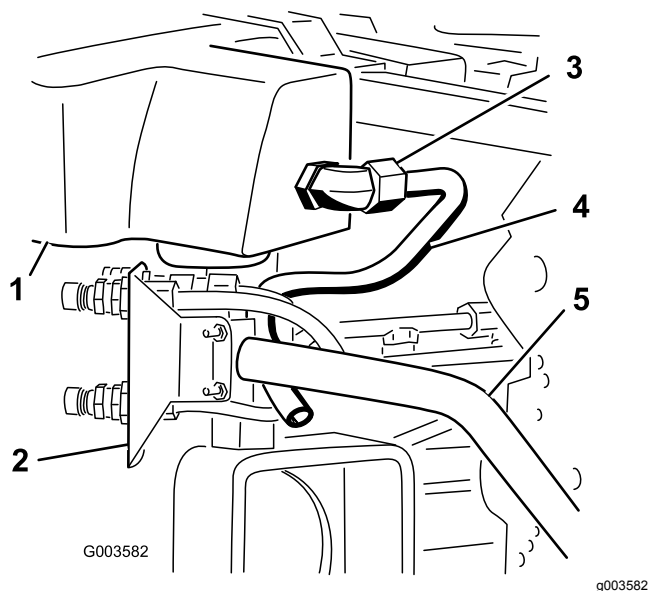
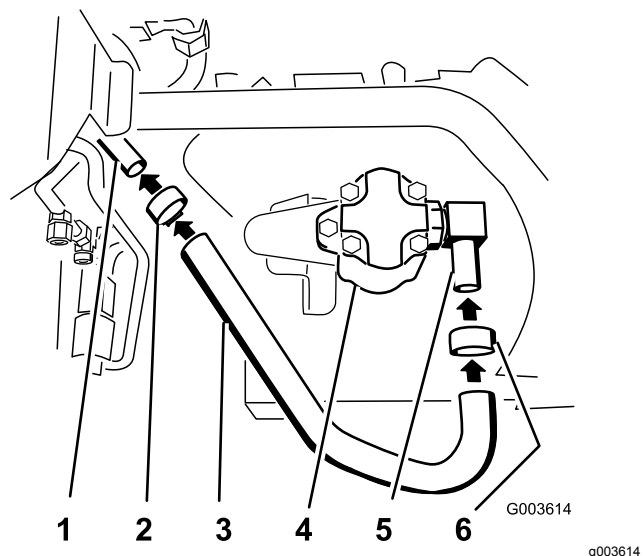
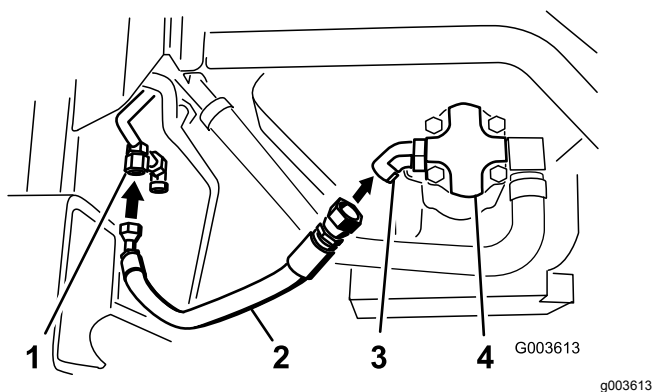
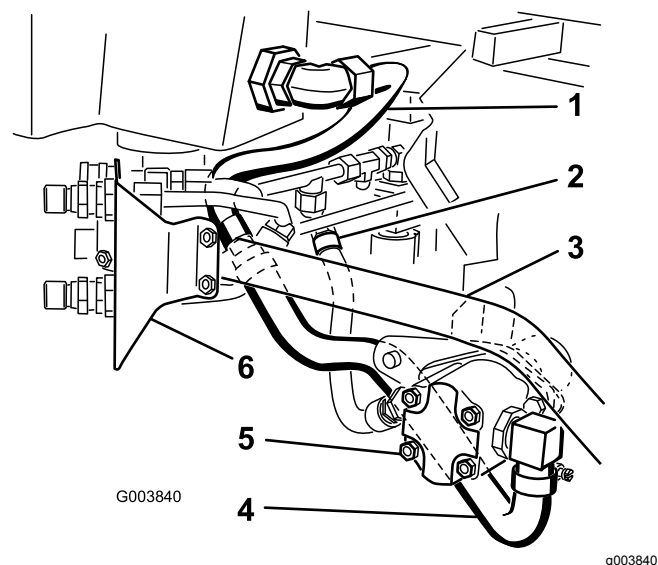

図 26
図 27
図 30
図 31
4. 図 26 に示すように、油圧ライン3番を機体に位置決めする。
5. ストレーナと油圧オイルタンクに取り付けた大きい 90 度エルボに、油圧ライン3番を取り付ける 図 26 と 図 31。
2. この太い油圧ホースを、油圧オイルポンプの側部に取り付けた90度エルボに取り付ける 図 27 と図 31。
3. ホースとエルボにつけたホースクランプを締め付ける 図 27。
4. 太い油圧ホースを油圧ライン3番に取り付ける 図 27。
5. ホースと油圧ライン3番のにつけたホースクランプを締め付ける 図 27。
9. フィッティング付きの油圧ホースを、油圧ポンプに取り付けた 45 度エルボに取り付ける 図 30 と 図 31。
10. 油圧ホースと油圧ラインと油圧ポンプとの位置関係については 図 31 を参照のこと。